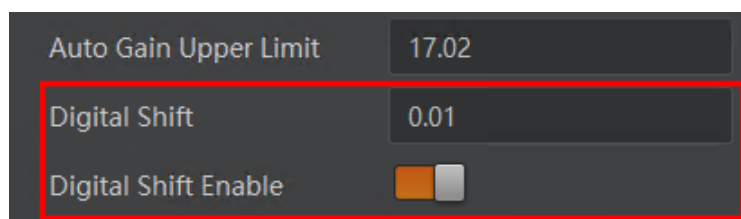

图7-29 数字增益设置
2. 在 *Digital Shift* 参数中输入需要设置的数字，如图 7-29 所示。